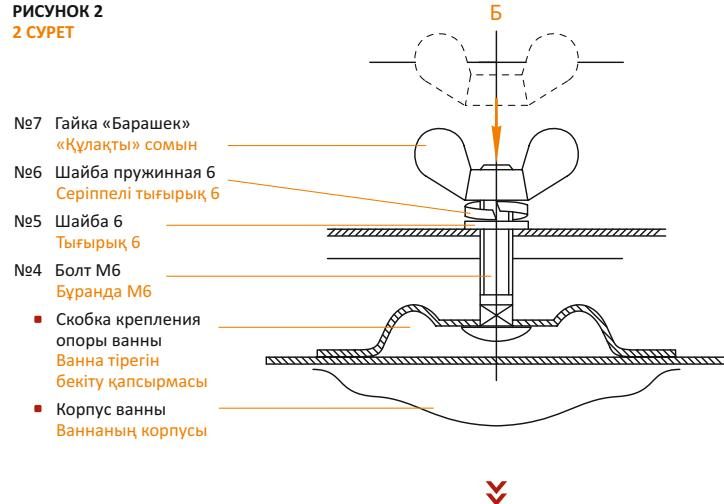

РИСУНОК 3
6. Установите на болт M6х30..40 шайбу 6, шайбу пружинную 6 и гайку-«барашек». Гайку-«барашек» завинчивайте «руками», без применения дополнительного инструмента, во избежание повреждения эмалевого покрытия в месте приварки скобы крепления к ванне. После соприкосновения гайки-«барашка» с пружинной шайбой, гайку-«барашек» поверните еще не более чем на полтора оборота (360°x1,5) (см. рис. 3).